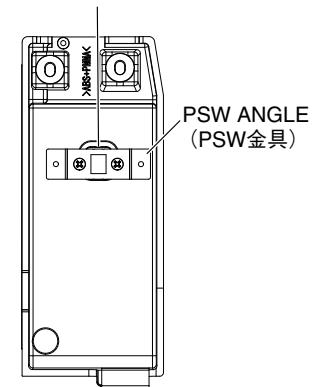

Fig. 16 (図 16)
- 19-3. Remove the two (2) screws marked [S04D]. The PSW circuit board can then be removed from the PSW angle. (Fig. 16) Note that the push button comes off at the same time.
- 19-3. [S04D] のネジ 2 本を外して、PSW 金具から PSW シートを外します。(図 16) この時プッシュツマミも同時に外れます。